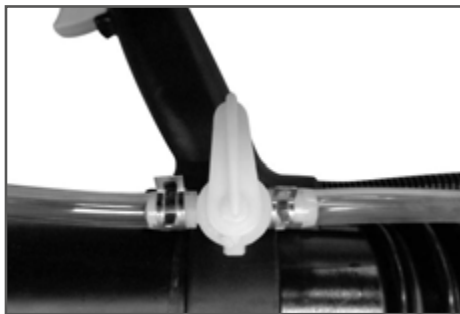

Рис. 8 Установка шланга насоса на штуцер запорного крана
8. Установите напорный шланг насоса на штуцер запорного крана и закрепите его хомутом (Рис.8).